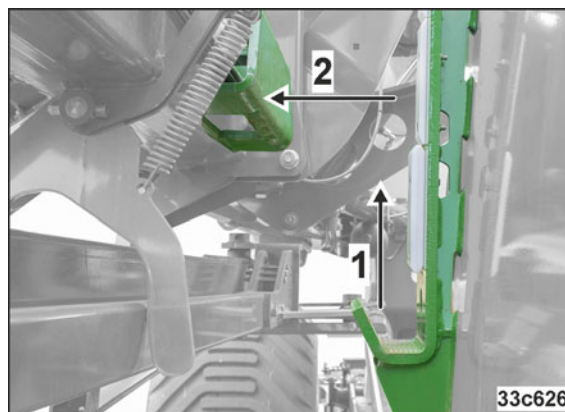
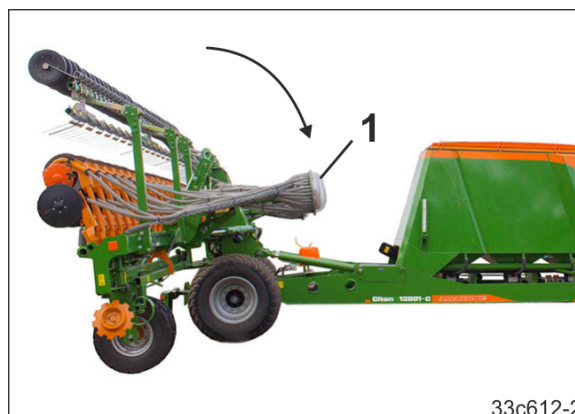

Bild 224
Bild 225
Kör fram traktorn något snett framför maskinen. På så sätt har du en bättre översikt över fånghakarna (Bild 224/1) för maskinarmarna.
3. Tryck styrenheten *gul* så länge tills maskinarmarna frigörs ur transportväskan (Bild 224/1).
Aktivera styrenhet *grön 1* tills maskinarmarna (Bild 224/2) och fördelarhuvuden är utfällda (se Bild 225/1).